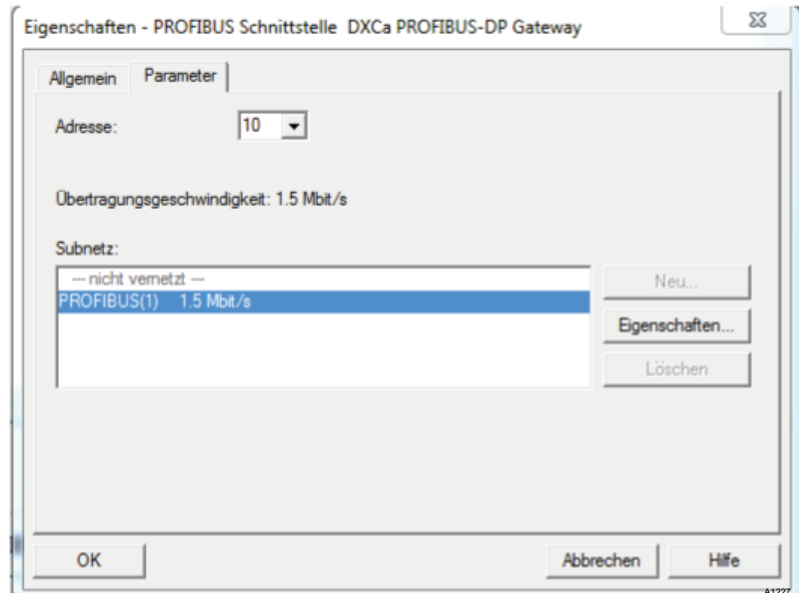

Abb. 9: Step 7 Eigenschaften PROFIBUS-Schnittstelle DXCa-Gateway
- ⇒ Wenn Sie das DXCa-Gateway erfolgreich platziert haben, dann erscheint der in Abb. 9 dargestellte Dialog.